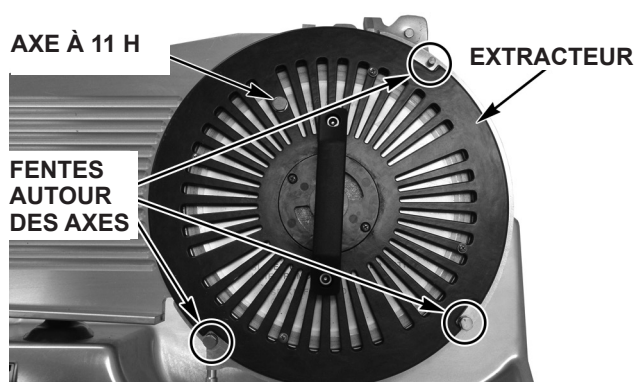

Fig. 18
- Placez le couteau et l'extracteur de manière à ce que l'axe sur l'extracteur soit en position 11 h (Fig. 18).
- Placez les fentes de l'extracteur autour des trois axes sur le protège lame (Fig. 18).